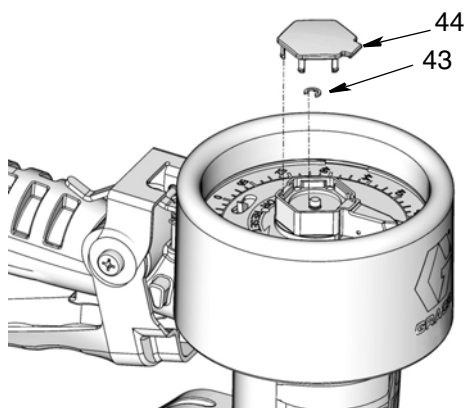

FIG. 26
2. Remova a tampa (44) e o pequeno anel retentor (43) (FIG. 26).